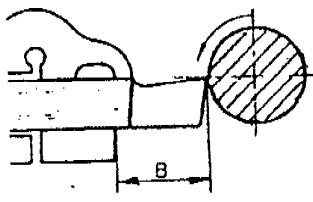

Figura 2
1. La distancia B debe ser lo menor posible (Figura 2).
2. El filo de la herramienta debe estar a la altura del eje del torno (Figura 2).